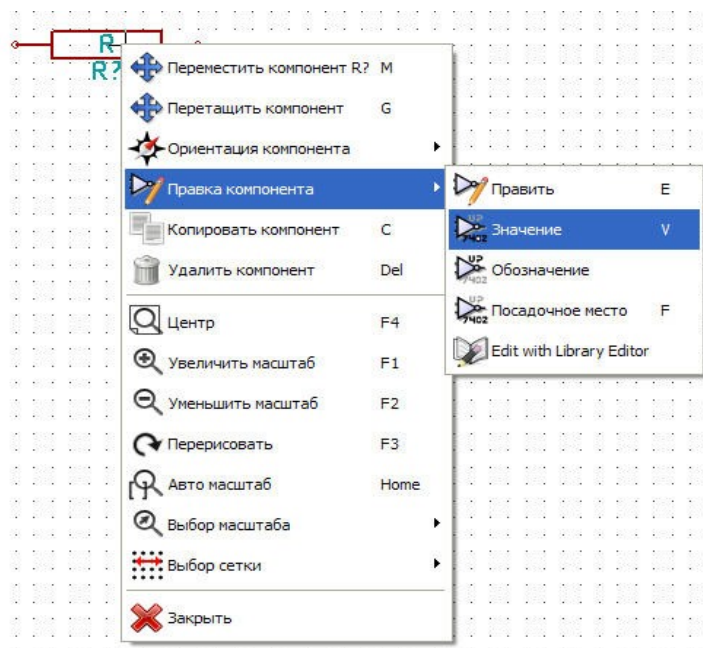

Рисунок 3 Окно редактирования компонента
10. Кликните правой кнопкой в центр компонента и выберите **Правка компонента** → **Значение**. Вы можете достигнуть того же результата, расположив крестик мышки над компонентом и нажав **клавишу v**. Как альтернатива, **клавиша e** предоставит вам более полное окно редактирования. Заметьте, как меню, всплывающее по правому клику мышки (Рисунок 3) показывает все возможные клавиши быстрого набора команд для всех доступных действий.